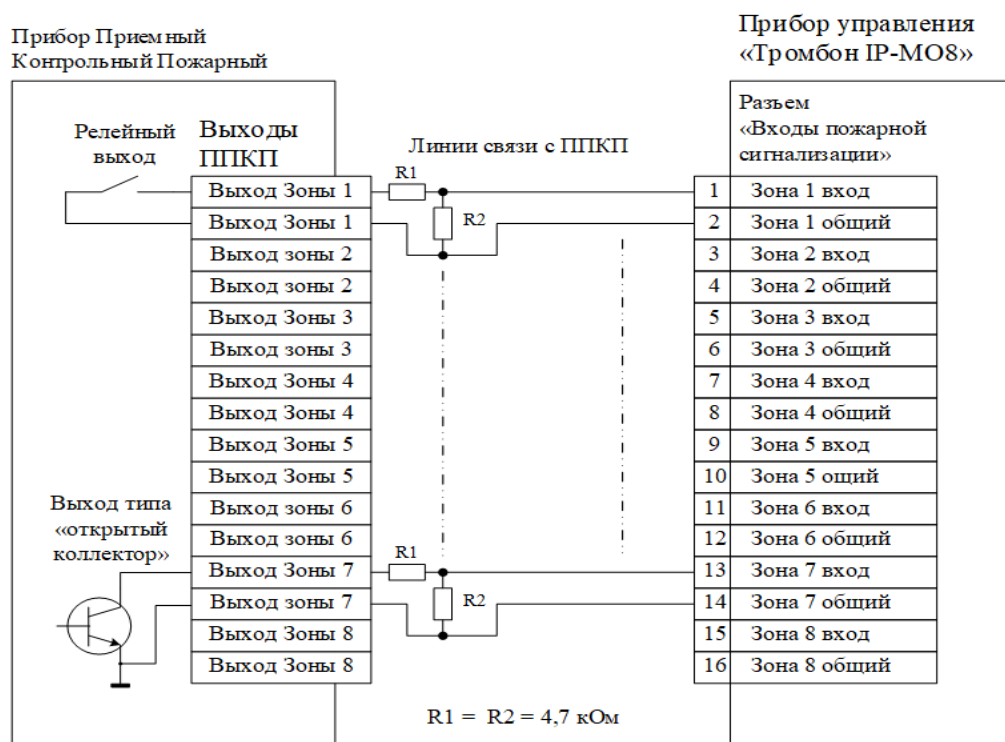

Рисунок 7 - Контроль исправности линий связи
- Вариант 1 аналогового подключения, с обеспечением контроля исправности линий связи. Схема подключения приведена на (Рисунок 7). Ниже приведены параметры сигналов на входах пожарной сигнализации прибора при включенной системе контроля исправности линий связи: